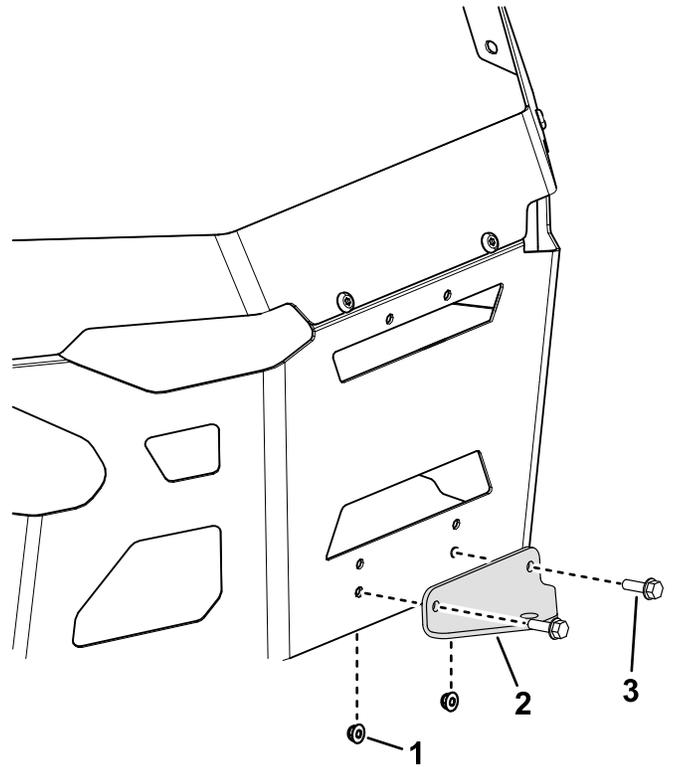

Bild 6
2. Entfernen Sie die vorhandenen zwei Schrauben, zwei Muttern und die Anbauvorrichtungshalterung von der Unterseite der Schutzvorrichtung (Bild 6).